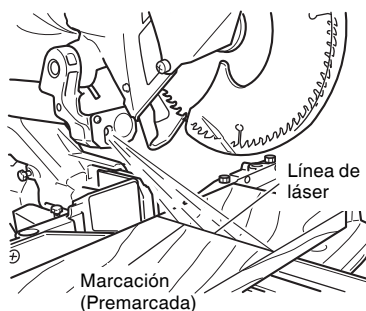

Fig. 21
**NOTA:** Compruebe sobre una base periódica que la posición de la línea de láser sea la correcta. Con respecto al método de verificación, trace una línea de tinta en ángulo recto sobre una pieza de trabajo de aproximadamente 25/32" (20mm) de alto y 5-29/32" (150mm) de ancho, y compruebe que la línea de láser coincide con la línea de tinta. [La desviación entre la línea de tinta y la línea de láser debe ser inferior al ancho de la línea de tinta (0.5mm)]. (Fig. 21).